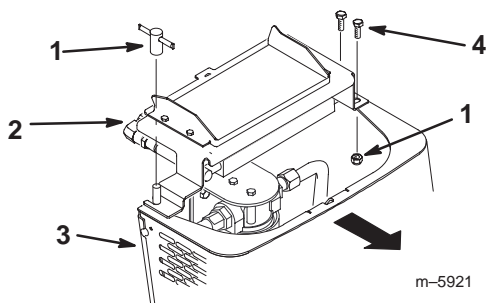

Figure 25
6. Enlevez les boulons à épaulement, la double rondelle et les écrous qui fixent le refroidisseur d'huile en haut du déflecteur avant (Fig. 25).